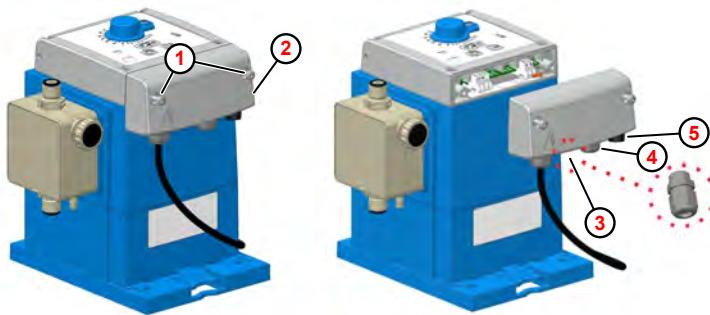

Fig. 11 : Installation électrique du système « EcoUp »
( Fig. 11 , ② )
1. ➔ Desserrer les deux vis du boîtier ( Fig. 11 , ① ). Les vis sont équipées d'un mécanisme anti-chute.
2. ➔ Retirer le couvercle de bornier ② .
3. ➔ Pour raccorder la sortie de quantité de dosage ou d'alarme, monter le presse-étoupe M12x1,5 du pack d'accessoires de la pompe à l'endroit approprié ③ , faire passer le câble, serrer le presse-étoupe à fond et raccorder les fils selon le schéma des bornes.
4. ➔ Pour raccorder l'entrée d'impulsions ou d'autorisation, faire passer le câble à travers le presse-étoupe correspondant ④ , serrer le presse-étoupe à fond et raccorder les fils selon le schéma des bornes.
5. ➔ Le raccordement pour l'entrée de niveau doit être branché sur la prise femelle ⑤ prévue à cet effet.
6. ➔ Lorsque tous les travaux d'installation sont terminés, remettre en place le couvercle de bornier ② et serrer les vis de fixation ① à fond.
Les bornes deviennent accessibles après retrait du couvercle de bornier ( Fig. 11 , ② ).